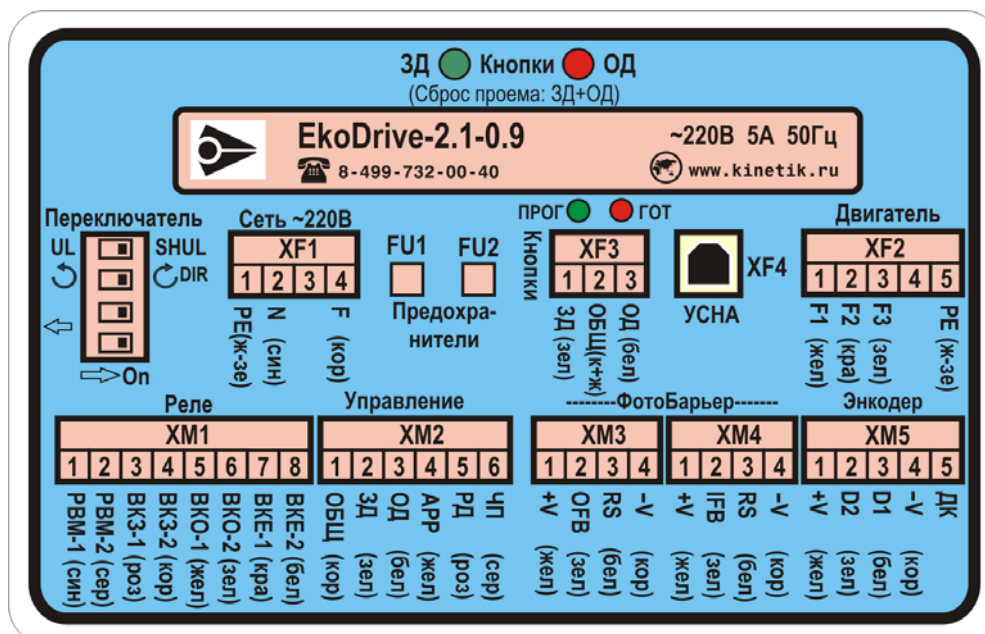

Рис. 1. Схема подключения внешних контактов *Устройства*, если провода от XM1 и XM2 выводятся отдельными кабелями по 8 и 6 проводов соответственно.
5.2. Подключите входы и выходы *Экодрайв-2.1-0.9*, в дальнейшем *Устройство*, к лифтовой станции по цветам согласно наклейке на лицевой панели *Устройства* (рис.1).
5.18. Проведите измерение дверного проема лифта. Чтобы сбросить записанный ранее проем, нужно одновременно нажать **2 кнопки** на лицевой панели *Устройства* (**рис.1**) и подождать в таком состоянии 1.5 сек, пока не загорится зеленый светодиод 'Прог'. Далее можно перемерить проем заново, для этого нужно: полностью открыть, затем закрыть и еще раз открыть дверь. Команды подавать согласно **5.14**.